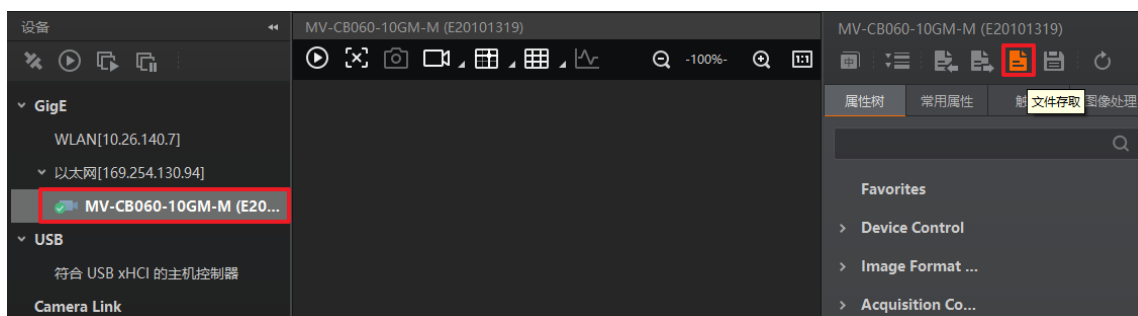

图8-9 文件存取
1. 在设备列表区, 选择待存取文件的相机, 并在 MVS 客户端右上方单击 , 如图 8-9 所示。